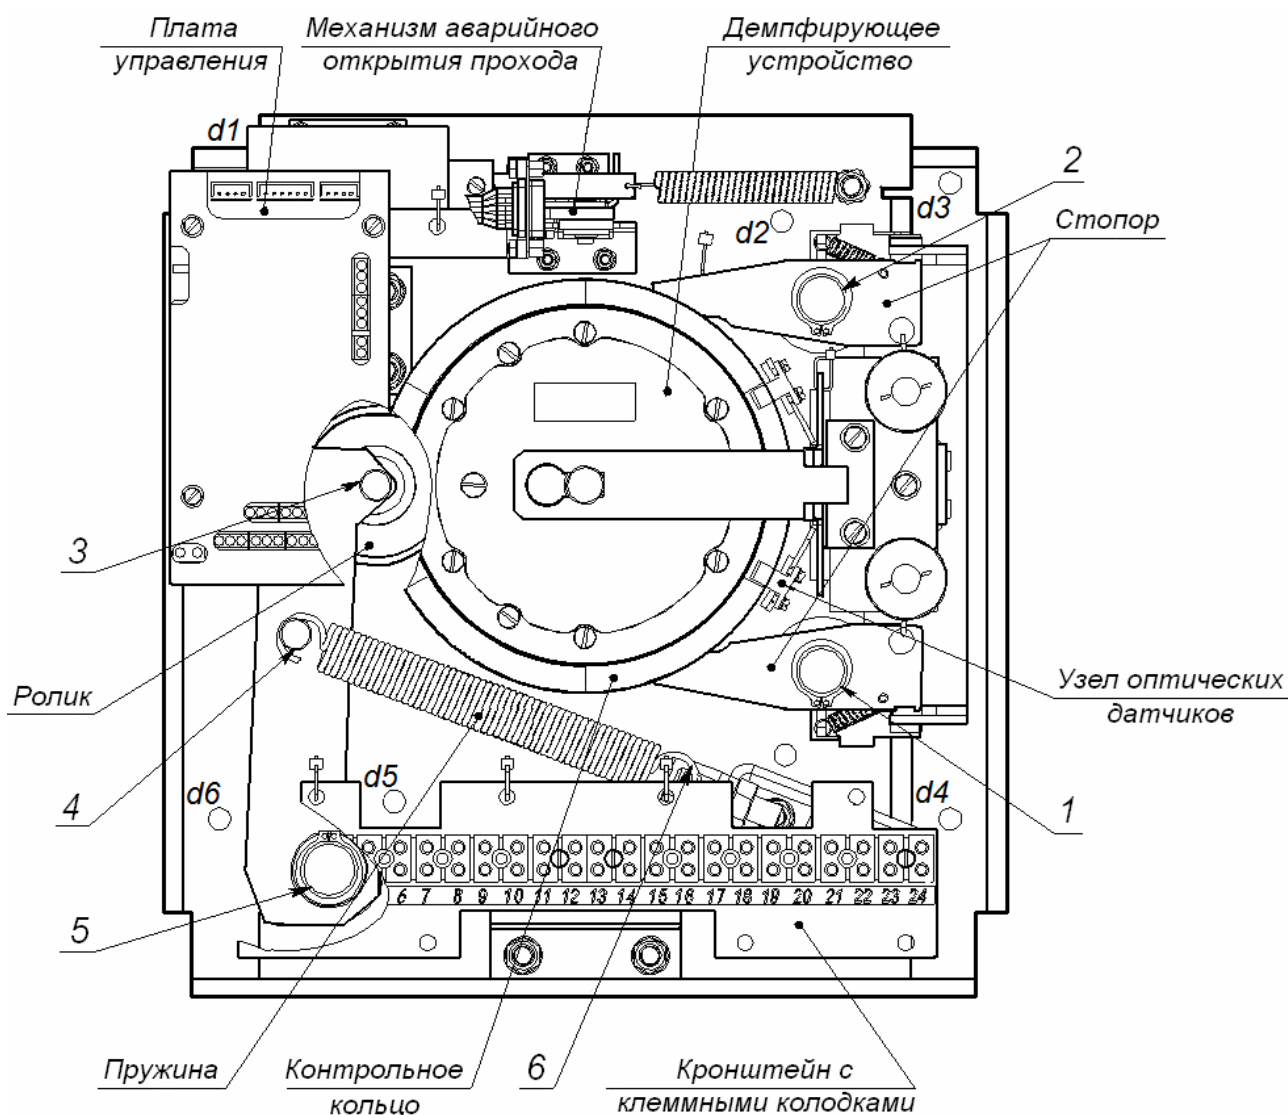

Рисунок 14. Расположение внутренних деталей и узлов механизма турникета
7. Проведите визуальный осмотр устройства доворота (толкателя, пружин и ролика), оптических датчиков поворота преграждающих планок и демпфирующего устройства (см. рис. 14).
- смазкой **Chain and Rope Lube Spray - WEICON** оси вращения стопоров (точки 1,2), ролика (точки 3) и рычага толкателя (точки 5 рис. 14);
12. Подключите разъем кабеля индикации **S1** от крышки турникета (2) к разъему платы управления и установите крышку на место в порядке, обратном снятию. Правильная установка крышки турникета не требует применения больших физических усилий.
13. Установите маховик (5) с преграждающими планками (3). Порядок установки маховика указан в разд. 8.4.
14. Проверьте работу механизма аварийного открытия прохода (автоматического опускания преграждающей планки «Антипаника») подачей и снятием напряжения питания на турникет, и при необходимости смажьте шарнирные узлы соединений в каждой позиции маховика (5).
15. Проверьте надежность крепления стойки турникета к полу и при необходимости торцовым ключом S17 подтяните болты анкеров (15). Для доступа к ним необходимо извлечь заглушки (16) из отверстий в основании стойки турникета.